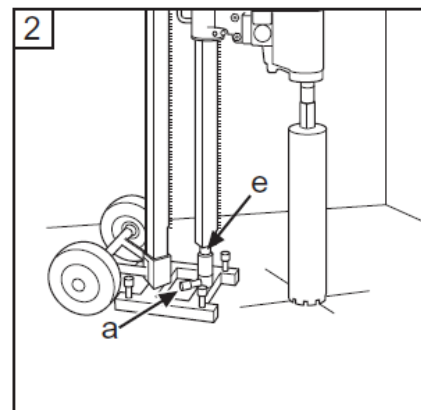

Fig.15
6. Apretar bien los tornillos antes de empezar a perforar. Bloquear el tornillo de puntal en el manguito de bloqueo con el tornillo de fijación (a) y la tuerca (e), apretando con una llave de 24/30 mm (fig. 15).
3. Bloqueie o parafuso de escora no casquilho de bloqueio com o parafuso de fixação (a) e a porca (e), e aperte com chave de 24/30 mm (Fig. 15).
6. Lock the support column screw in the locking sleeve with the locking screw (a) and nut (e). Tighten with a 24/30 mm spanner (Fig. 15).
6. Zablokować śrubę kolumny nośnej w tulei blokującej za pomocą śruby blokującej (a) i nakrętki (e), a następnie dokręcić za pomocą klucza 24/30 mm (rys. 15).